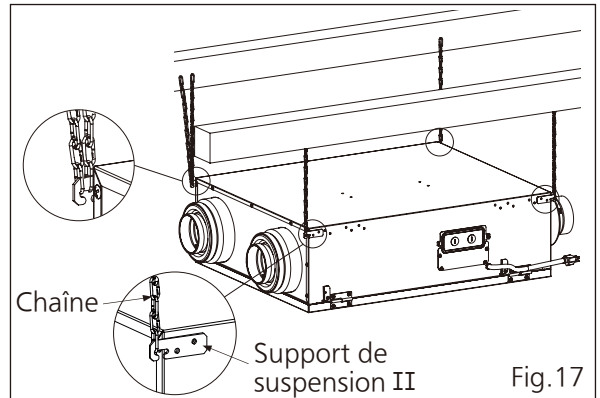

Fig.17
3. Suspendez le VRE aux chaînes. (Fig. 17)